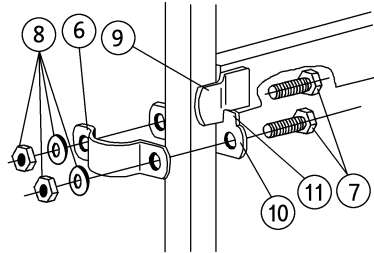

Abb. 3: Anschlag mit Einrastsicherung
2.2 Am Anschlagpunkt (Abb.3) die Rohrschellenhälfte (10) so anhalten, dass die Anschlaglasche (9) hinter der Einrastsicherung (11) sitzt, dann mit Rohrschellenhälfte (6), Schrauben (7), U-Scheiben und Muttern (8) anschrauben (Anzugsmoment 30 Nm).